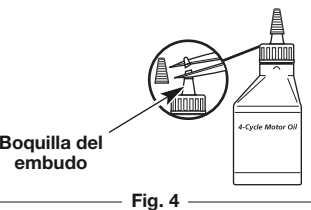

Fig. 4
2. Quite la tapa de la botella de aceite. Corte la punta de la boquilla del embudo (Fig. 4).